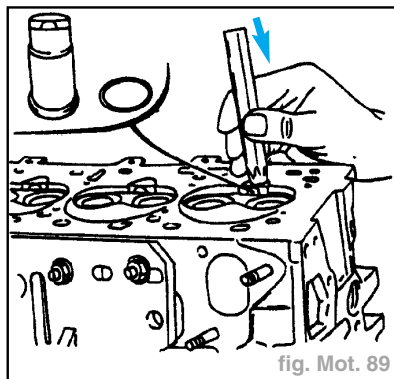

fig. Mot. 89
- Avec un châsoir, faire sortir la chambre de précombustion de son logement (fig. Mot. 89).